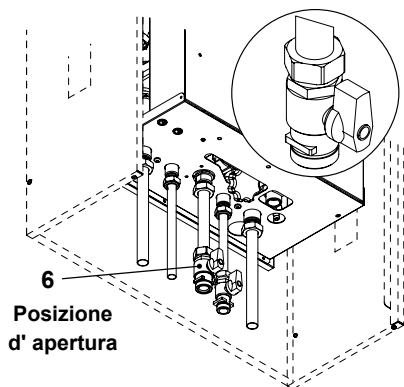

Figura 6.1
- Aprire il rubinetto del contatore gas e quello della caldaia 6 in Figura 6.1.
- Aprire il rubinetto gas 6 in Figura 6.1